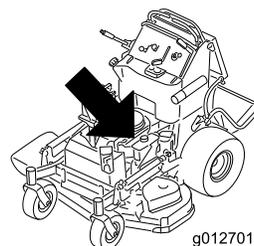

Figure 47
- Remplacez le filtre à huile moteur (Figure 47).